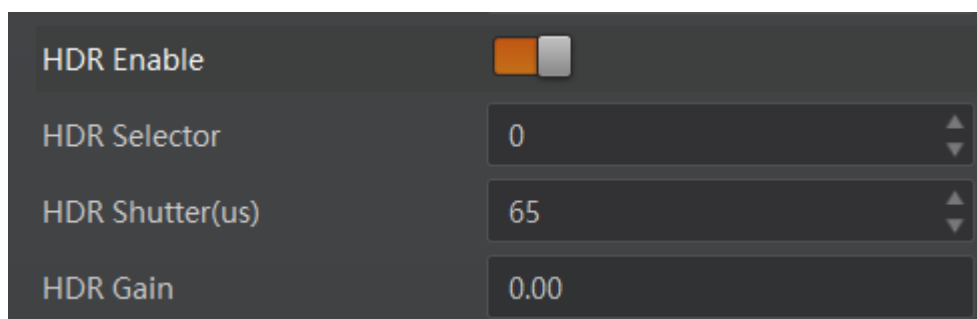

图7-34 HDR 设置
2. 选择 *HDR Selector*，调整 *HDR Shutter* 参数和 *HDR Gain* 参数的数值，分别对每一组参数进行设置，如图 7-34 所示。